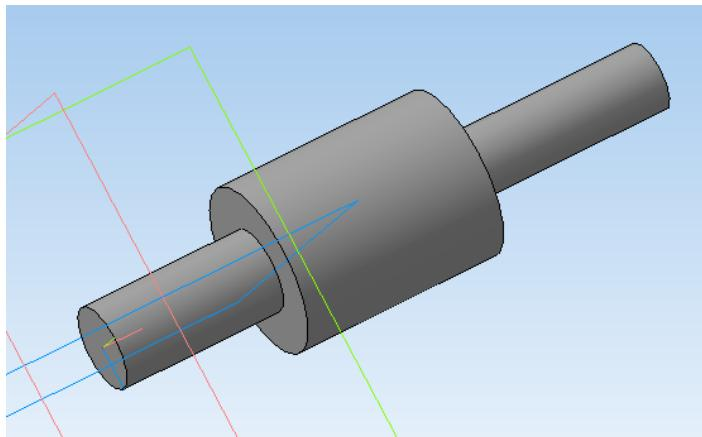

Рис. 3.5. Модель вала
2. Применить к эскизу **Операцию вращения**  . Получится модель вала (рис. 3.5).